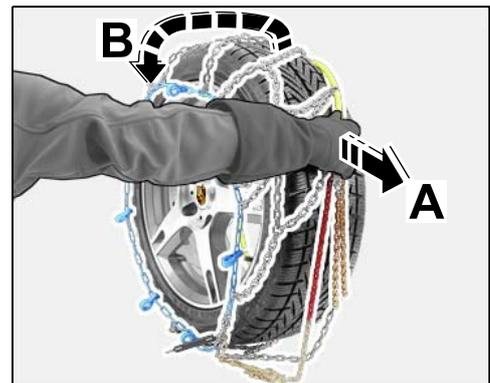

Fig. 15
3.2.1 Écarter l'extrémité de l'étrier à ressort en acier autant que possible (⇒ Fig. 15 -A-) et retirer la chaîne à neige de la roue par le haut (⇒ Fig. 15 -B-).